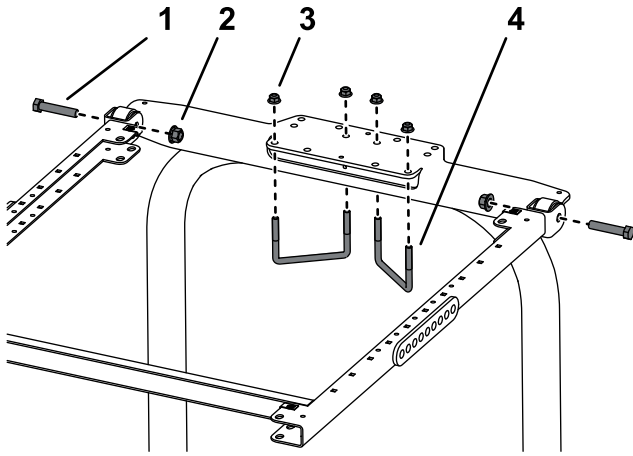

Bild 18
8. Befestigen Sie die Befestigungshalterung des Überrollschutzes an der Oberseite des Überrollbügels der Zugmaschine (Bild 18).
9. Befestigen Sie den Rahmen an der Befestigungshalterung des Überrollschutzes (Bild 18).
10. Befestigen Sie die Befestigungshalterung des Überrollschutzes mit zwei U-Bügeln ($4\frac{1}{2}$ " x $2\frac{3}{4}$ ") und vier Bundmutter in den in Bild 18 abgebildeten Befestigungslöchern an der Oberseite des Überrollbügels.